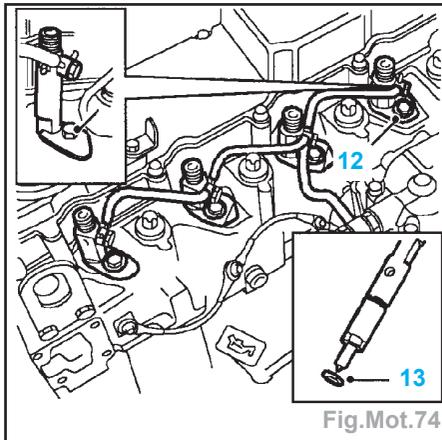

Fig.Mot.74
- Eloigner le support de fiche multibroches (9) des raccords union des tuyaux d'injecteur.
- Desserrer les raccords union (10) de tuyau d'injecteur de la pompe d'injection.
- Desserrer les raccords union (11) et éloigner les tuyaux des injecteurs.
- Enlever les boulons (12) et récupérer les plaques de bridage maintenant les injecteurs sur la culasse (Fig.Mot.74).